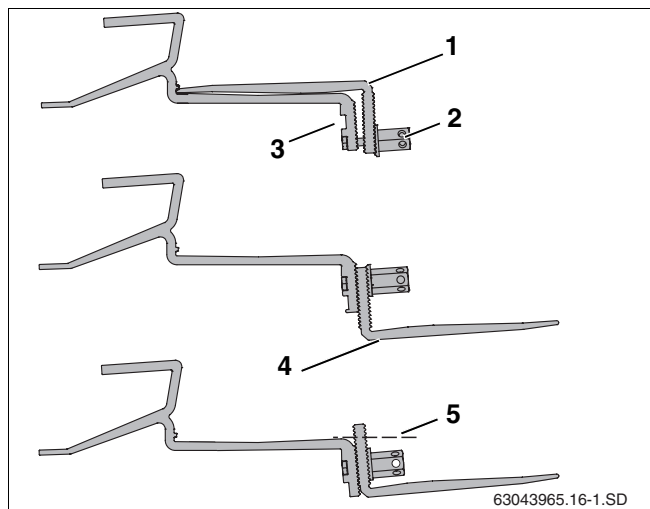

Fig. 14 Fissaggio del gancio da tetto sul travetto
Per certi tipi di coperture del tetto, affinché il gancio da tetto in alto sia bene a contatto con la tegola, potrà essere necessario puntellare la parte inferiore del gancio da tetto (fig. 14, **pos. 4**) con delle assi/tavole.
- Svitare la vite nel dado esagonale lungo (fig. 14, **pos. 2**).
- Infilare la vite nel foro superiore (fig. 14, **pos. 3**).
- Fissare con un po' di gioco la parte inferiore del gancio da tetto (fig. 14, **pos. 1**). Non serrare ancora il collegamento.